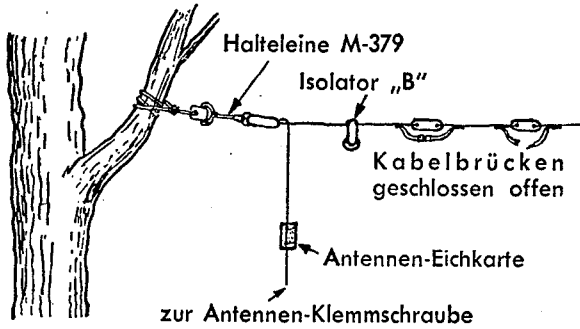

Bild 29 Antennenschaltung und Verbindungen
c) Die Antenne AT-101/GRC-9 ist an der Halteleine M-379 zu befestigen (siehe Bild 29).